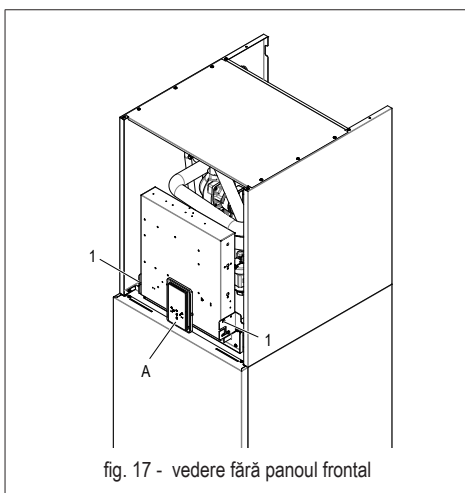
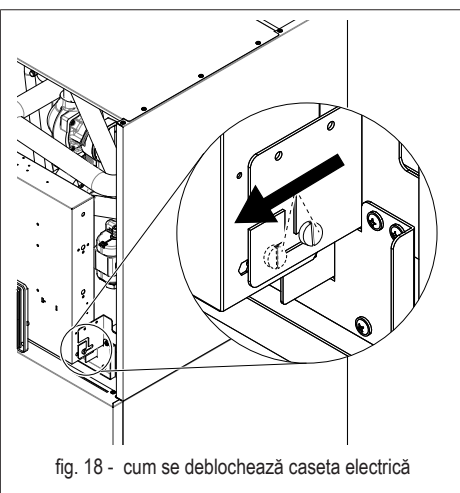
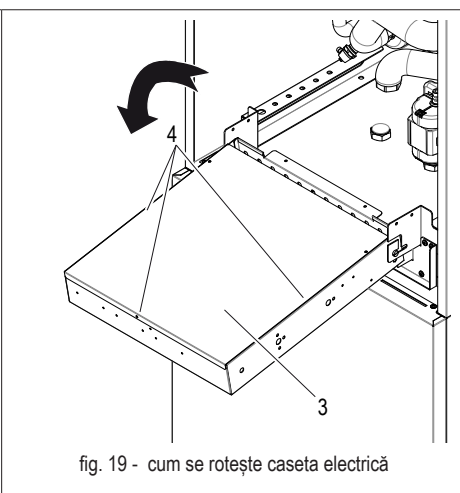

fig. 17 - vedere fără panoul frontal
fig. 18 - cum se deblochează caseta electrică
fig. 19 - cum se rotește caseta electrică
Pentru a avea acces la bornele unității interne, deșurubați cele două șuruburi (det. 1 - fig. 17) de sub caseta electrică, apoi apucați caseta electrică și deblocați-o (fig. 18), după care rotiți-o în față (fig. 19). Scoateți panoul metalic posterior (det. 3 - fig. 19) fixat cu 3 șuruburi (det. 4 - fig. 19).
- A** Panou display și tastatură (fig. 17)